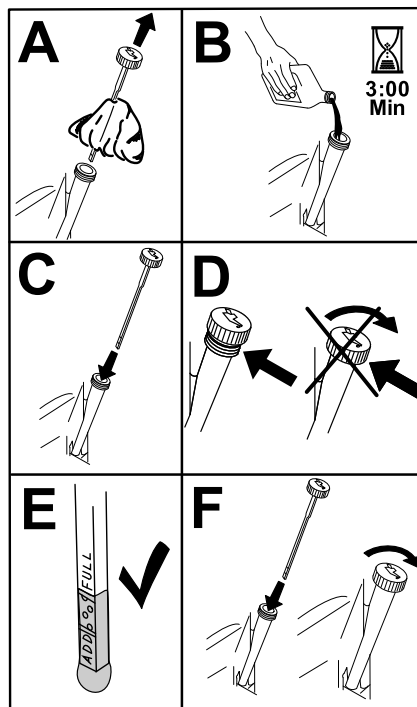

Рисунок 18
5. Медленно залейте приблизительно 80% масла указанного типа в заливную горловину и затем медленно добавляйте масло, чтобы довести его уровень до отметки **Full (Полный)** (Рисунок 18).
3. Заполните картер свежим маслом соответствующего типа (Рисунок 18).